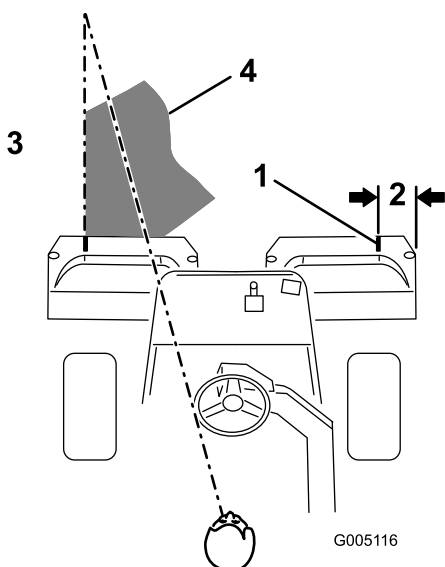

Figura 43
3. Debe haber un solape mínimo con las pasadas anteriores. Para ayudar a mantener una línea recta a través del green y mantener la máquina a la misma distancia de la pasada anterior, establezca una línea imaginaria aproximadamente de 1,8 a 3 m por delante de la máquina hasta el extremo de la parte no segada del green (Figura 42 y Figura 43). Puede ser útil incluir el borde exterior del volante como parte de la línea imaginaria, es decir, mantener el borde del volante alineado con un punto que se mantiene siempre a la misma distancia de la parte delantera de la máquina (Figura 42 y Figura 43).